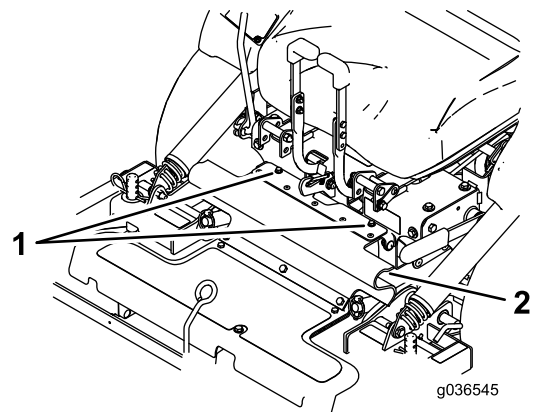

Figura 79
8. Allentate i bulloni applicati alla protezione in gomma (Figura 79).
8. Allineate la porzione superiore della protezione in gomma e fissatela con i bulloni attaccati (Figura 79).